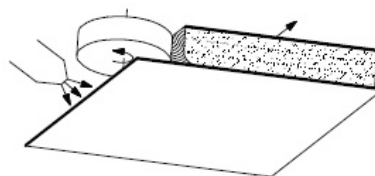

Abbildung 10
**FERTIGUNGSSCHRITT 3:** In der zweiten Sektion wird der Spezial-PVAc-Klebstoff mittels Leimrolle und/oder Spritzdüsen gleichmäßig auf die Trägerplatte und die Schichtstoffbahn aufgebracht. Ein gleichmäßiger und beidseitiger Leimauftrag ist für die spätere, gute Verklebung sehr wichtig (siehe Abb. 10).